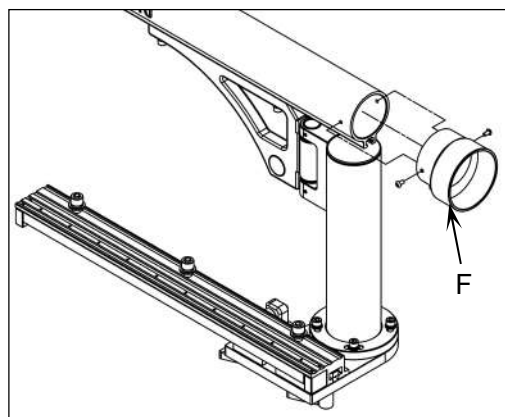

Abb. 9
4. Wie in **Abb. 9** dargestellt, den 4" (100 mm) Schlauchanschluss (**F**) installieren.